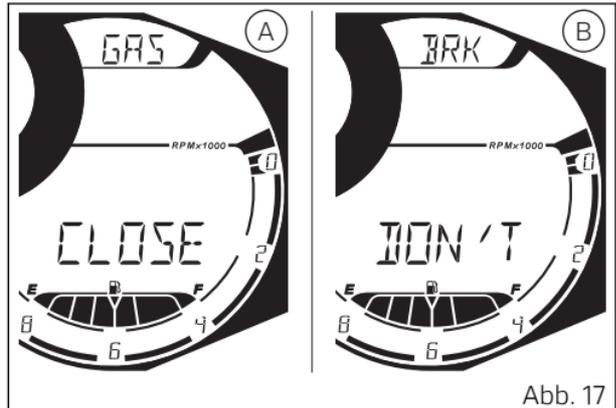

Abb. 17
- wenn die Fahrzeuggeschwindigkeit ≤ 5 km/h (3 mph) beträgt und die Position der Gassteuerung „offen“ ist, zeigt das Cockpit die Angaben „CLOSE“ und „GAS“ (A, Abb. 17) an. Nur wenn die Gassteuerung „geschlossen“ wird, wird vom Cockpit der gewählte Riding Mode bestätigt und wieder auf die „Standard-Anzeige“ umgeschaltet.
- wenn die Fahrzeuggeschwindigkeit > 5 km/h (3 mph) beträgt und die Position der Gassteuerung „offen“ ist, zeigt das Cockpit die Angaben „CLOSE“ und „GAS“ (A, Abb. 17) an. Nur wenn die Gassteuerung „geschlossen“ wird, bestätigt das Cockpit den gewählten und schaltet wieder auf die „Standard-Anzeige“ um.
- wenn die Fahrzeuggeschwindigkeit > 5 km/h (3 mph) beträgt und die Gassteuerung „geschlossen“ ist, doch die Bremsen betätigt sind, zeigt das Cockpit die Angaben „DON'T“ und „BRK“ (B, Abb. 17) an. Nur wenn die
- wenn die Fahrzeuggeschwindigkeit > 5 km/h (3 mph) beträgt und die Gassteuerung „offen“ ist und die Bremsen betätigt sind, zeigt das Cockpit die Angaben „CLOSE GAS“ (A, Abb. 17) und „DON'T BRK“ (B, Abb. 17) abwechselnd an. Nur wenn die Gassteuerung „geschlossen“ wird und die Bremsen zurückgelassen werden, wird vom Cockpit der gewählte Riding Mode bestätigt und wieder auf die „Standard-Anzeige“ umgeschaltet.
Werden die vorstehenden Bedingungen für die „Bestätigung“ des Wechsels des Riding Modes nicht innerhalb von 5 Sekunden ab der Aktivierung der Angabe „CLOSE GAS“ (A, Abb. 17) und/oder „DON'T BRK“ (B, Abb. 17) erfüllt, wird der Wahlvorgang abgebrochen und das Cockpit blendet die vor dem Öffnen der Riding Mode-Wahl angezeigte Seite an ohne irgendeine Einstellung zu ändern.